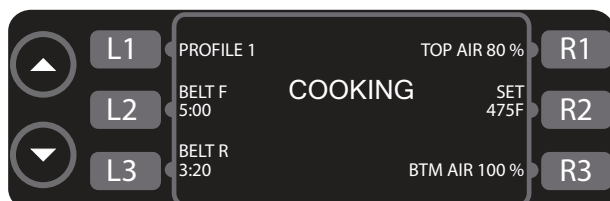
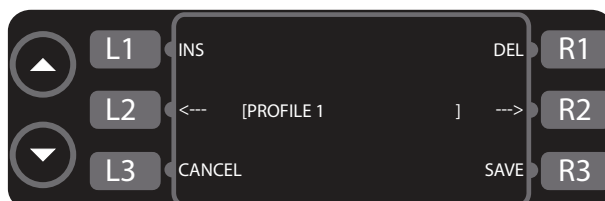

Figura 14: Tela de cozimento
Figura 15: Tela de troca de nome
Quando a opção rígida estiver ativada para uma determinada definição, a tecla de mostrador adjacente a essa opção (Figura 14) fica desabilitada e nenhuma edição de menu é permitida.
1. A partir da tela de cozimento (Figura 14), pressione L1 para acessar a tela de troca de nome (Figura 15).
1. A partir da tela da figura 14, pressione a tecla de mostrador adjacente à esteira de transporte que você deseja ajustar (pressione L2 para a esteira dianteira [Esteira F] ou L3 para a esteira traseira [Esteira R]).
1. Pressione R2 (Figura 14, página 13) para acessar os controles de temperatura.
1. Pressione R1 (Figura 14, página 13) para acessar os controles do ar superior ou R3 para acessar os controles do ar inferior.